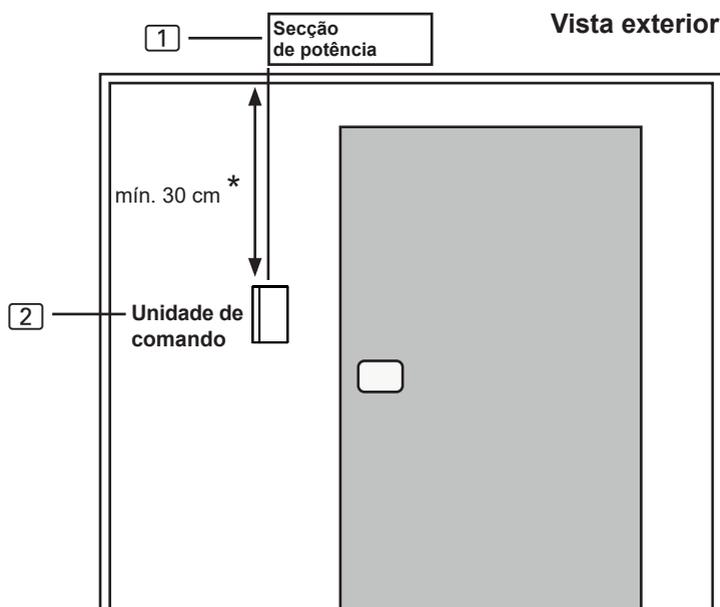

Fig. 4 Posição da unidade de comando
A unidade de comando [2] é montada na parede da cabina com uma distância máxima de 10 metros em relação à secção de potência [1] (ver Fig. 4).
* Em caso de montagem no interior da cabina da sauna, há que manter uma distância mínima de 30 cm em relação ao teto da cabina (ver Fig. 4).